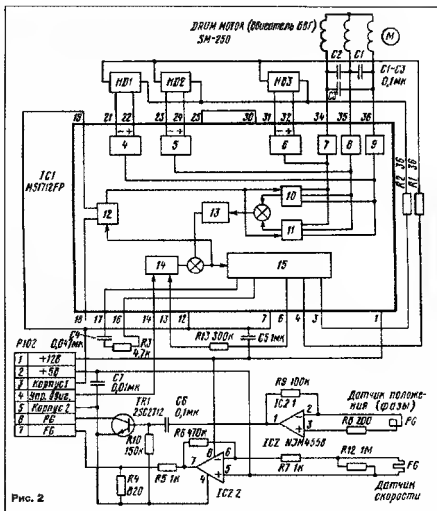

Рис. 2
Для примера рассмотрим работу системы управления двигателем БВГ видеомэгнитофона АКАИ — VS22 (VS23, VS26 и др.), принципиальная схема которой представлена на рис. 2. В нее входят сформированные сигналы для частотного (FG) и фазового (PG) каналов САР БВГ на микросхеме IC2 и КУ на микросхеме IC1. Назначения и некоторые параметры сигналов FG, PG описаны в [5].